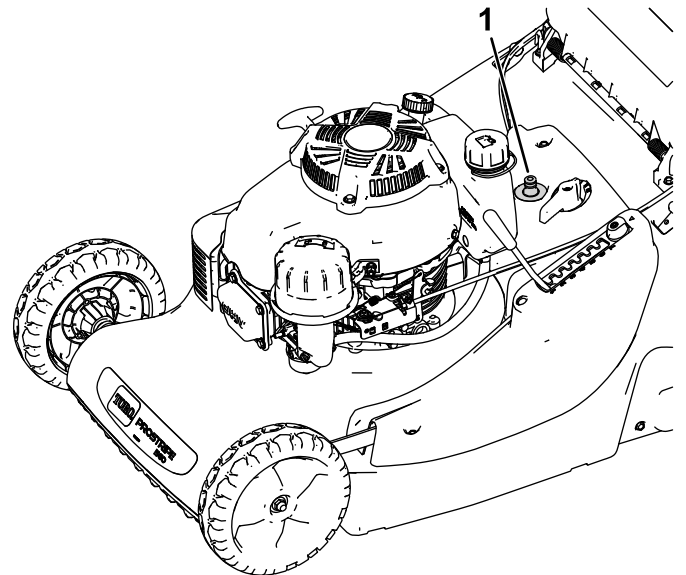

Bild 20
7. Befestigen Sie einen Gartenschlauch, der an einen Wasserhahn angeschlossen ist, am Wasseranschluss (Bild 20).